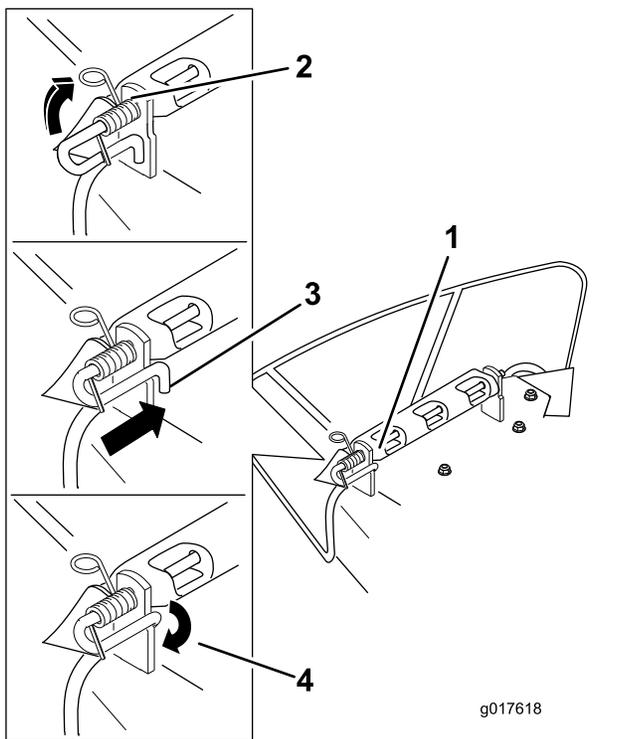

Figure 70
3. Positionnez le nouveau déflecteur d'éjection en plaçant les extrémités du support entre les supports soudés du tablier, comme illustré à la Figure 70.
6. Soulevez le côté avec la boucle du ressort et placez-le dans le cran du support de déflecteur (Figure 70).
7. Fixez l'ensemble tige et ressort en le tournant de sorte à pouvoir placer l'extrémité courte de la tige derrière le support avant soudé au tablier de coupe (Figure 70).